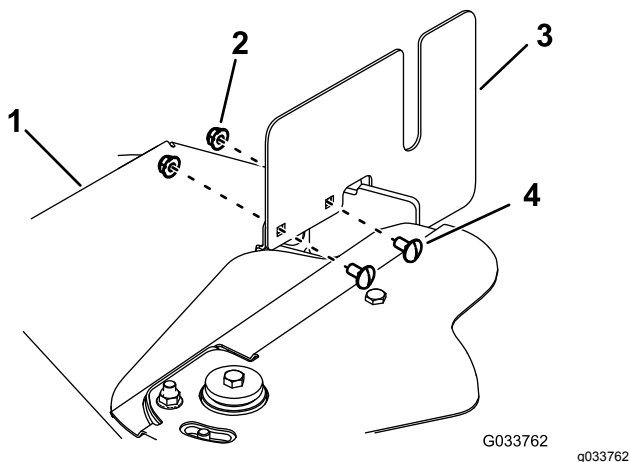

Figura 63
3. Retire los 4 pernos de cuello cuadrado y las 4 tuercas que sujetan las 2 cubiertas laterales a las cubiertas de la correa (Figura 63).
10. Sujete las 2 cubiertas laterales a las cubiertas de la correa usando 4 pernos de cuello cuadrado y 4 tuercas (Figura 63).